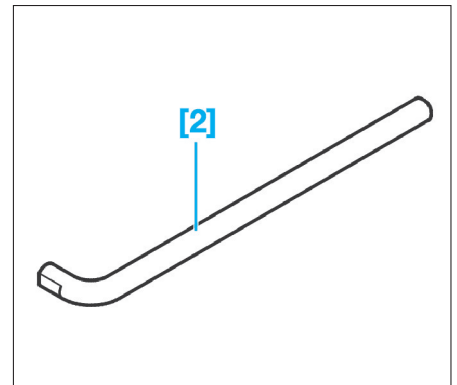

FIG. 3
- [2]. Levier d'ouverture (réf : 999 7088) (Fig.3).